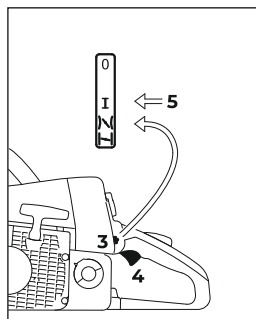

Рис. 60
- Комбинированный рычаг (рис. 60, поз. 3) установить в положение газа запуска |←| и продолжить запуск.